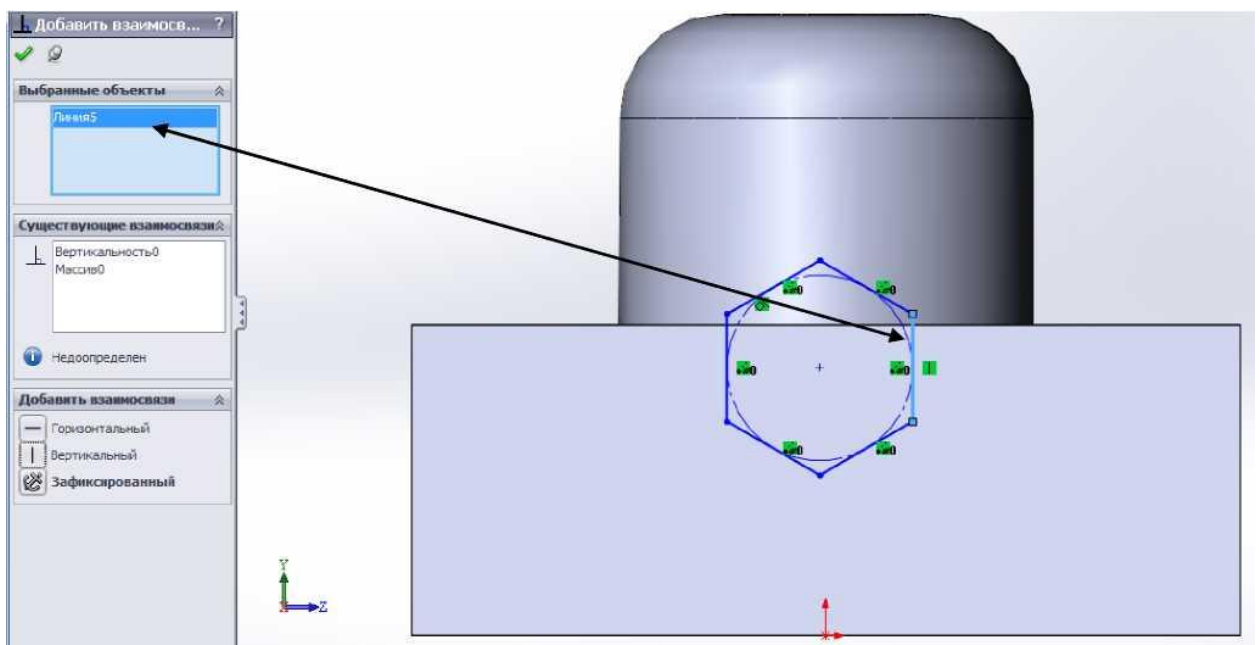

Рис. 30. Встановлення взаємозв’язку “Вертикальный” для однієї з сторін многокутника.
8.4 Для вказанного об’єкту необхідно виконати взаємозв’язок елементів многокутника для визначення його орієнтації в площині. Для цього необхідно активізувати функцію “Добавить взаимосвязь:”, натисканням лівої кнопки миші на одну з кромек шестикутника встановити взаємозв’язок “Вертикальный”, як вказано на рис. 30.